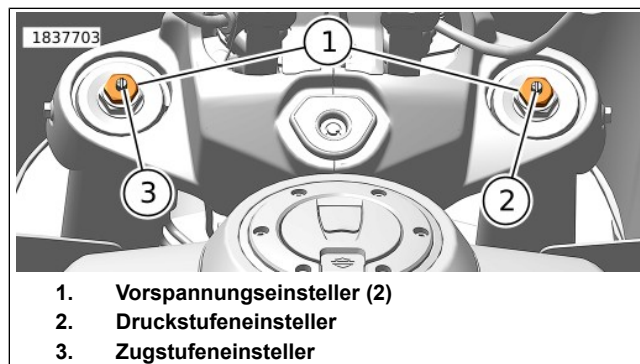

Abbildung 17. Einsteller für Vorderradfederung
Siehe Abbildung 17.
Siehe Abbildung 17. Die Schraube des Druckstufeneinstellers (2) befindet sich auf dem rechten Tauchrohr.
Siehe Abbildung 17. Die Schraube des Zugstufeneinstellers (3) befindet sich auf dem linken Tauchrohr.
2. Die Schraube des Zugstufeneinstellers (3) um die empfohlene Anzahl von Umdrehungen gegen den Uhrzeigersinn drehen. Tabelle 24
Siehe Abbildung 17. Die Vorspannungseinsteller (1) befindet sich jeweils auf dem Tauchrohr.